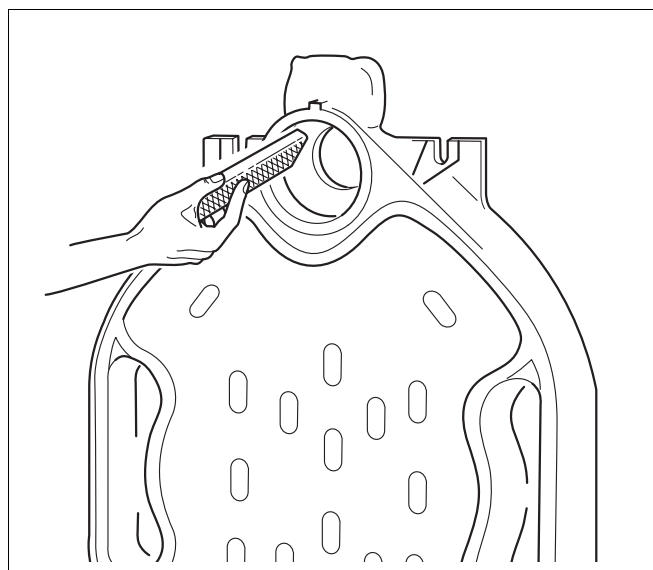

Bild 7 Abfeilen des Grates
- ▶ Den eventuell an den Naben vorhandenen Grat abfeilen (Bild 7).
- Den eventuell an den Naben vorhandenen Grat abfeilen (entsprechend Bild 7).